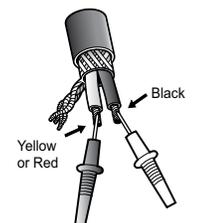

Figure 2. Points de fixation pour les relevés ohm
Trois (3) lectures d'ohms doivent être prises pour chaque câble de chauffage au sol WarmlyYours TempZone™ à chaque étape de l'installation et enregistrées dans le tableau de la carte de garantie à la section 10. Consultez la figure 2 pour savoir comment fixer l'ohmmètre ou PowerMan™ pour effectuer chaque type de mesure.